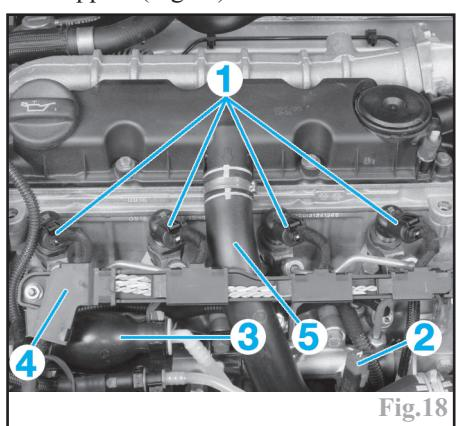

Fig.18
-des injecteurs (1).
-du capteur haute pression (2).
Déposer la pompe d'amorçage (3) avec son support (Fig.18).
Débrancher les connecteurs des injecteurs (1) (Fig.18).